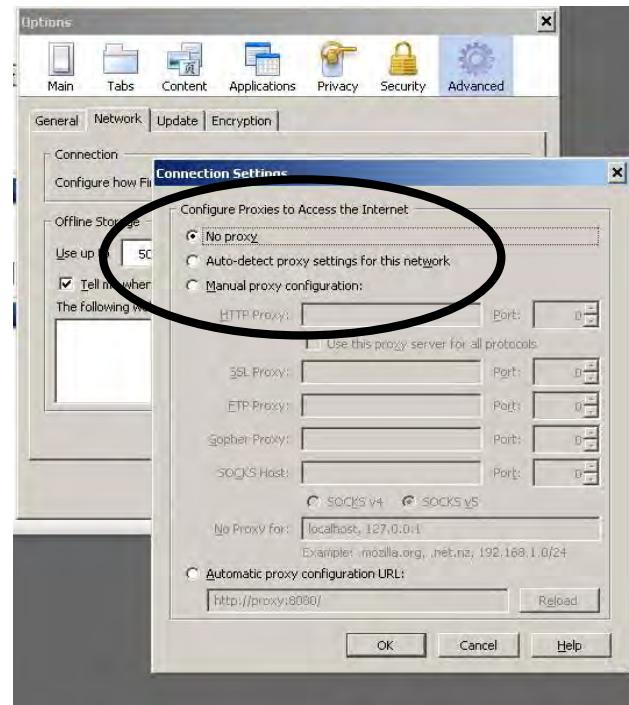

Рис. 38. Выключить установку прокси-сервера (Firefox только)
2. Относится к Firefox только: Чтобы работать в ProMix 2KS/3KS сети с Firefox, Вы должны выключить установку прокси-сервера на вашем браузере. В вашем Firefox браузере идите в Инструментальные средства > Опции > Продвинутые > вкладка Сеть > Параметры настройки подключения. Кликните "Нет прокси-сервера", см. Рис. 38.